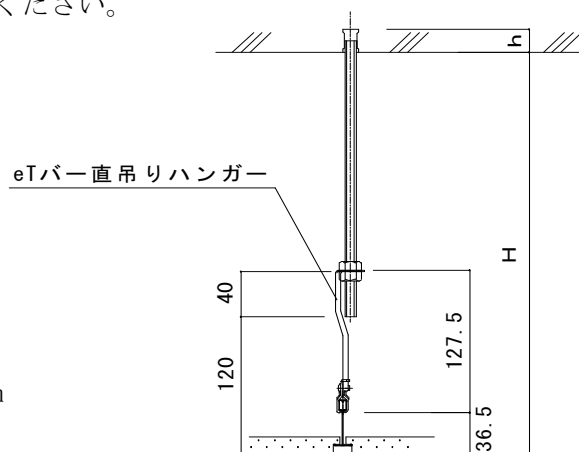

図2-2 吊りボルトの長さ
- ①インサートの位置を確認します。
- ②所定の位置にインサートが無い場合は増し打ちしてもらいます。
- ③ボルトの長さを決定します。（図2-2参照）
- ④吊りボルトとeTバー直吊りハンガーをセットします。
- ⑤直吊りハンガーをセットした吊りボルトをインサートにねじ込み取り付けます。